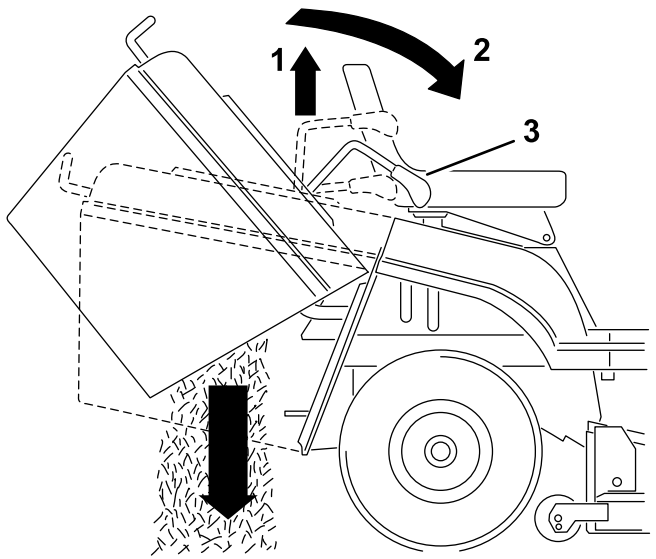

Bild 17
2. Ziehen Sie den teleskopischen Kipparm heraus und schieben Sie ihn nach vorne und unten, um das Heckfangsystem zu entleeren (Bild 17).